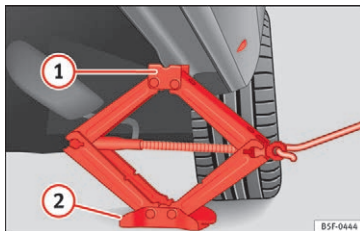

Fig. 73 Længdevange: påsætning af donkraft
- Drej håndsvinget til donkraften*, der er placeret under længdevangens løftepunkt, indtil tappen ① »» Fig. 73 er under den dertil beregnede indgang.
- Stil donkraften*, således at dens dorn ① får fat i kunststofkanten på panelet, og den bevægelige bundplade ② ligger plant på jorden. Bundpladen ② skal være lodret under løftepunktet ①.